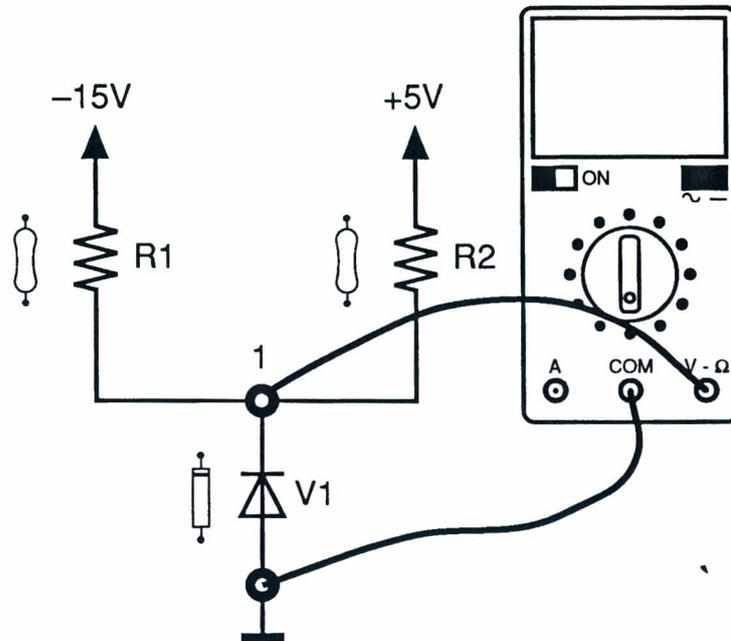

Fig. 2.2
- 4) Establecer si el diodo en la Fig. 2.2 está polarizado directamente o inversamente.
- 6) Medir la tensión en los extremos del diodo, utilizando un voltímetro digital predispuerto en corriente continua (Fig. 2.2) y verificar que el valor calculado corresponda al valor medido.